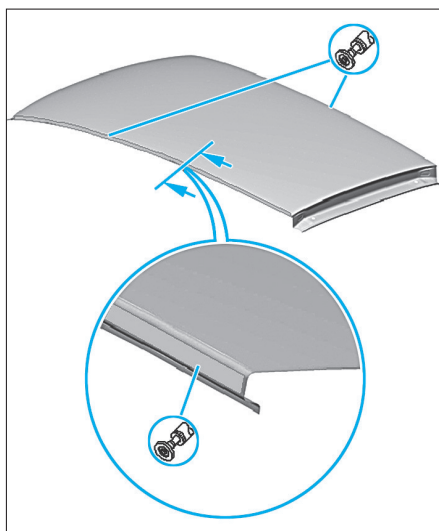

FIG. 107
- Poncer à nu la zone de collage à gauche et à droite du pavillon (Fig.107).